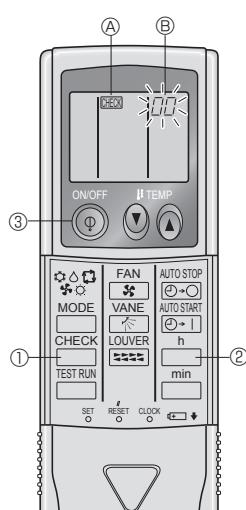

Fig. 7-6
7.3.2. Trådløs fjernstyring (Fig. 7-6)
① Tænd for strømmen.
② Tryk to gange på knappen **CHECK**.